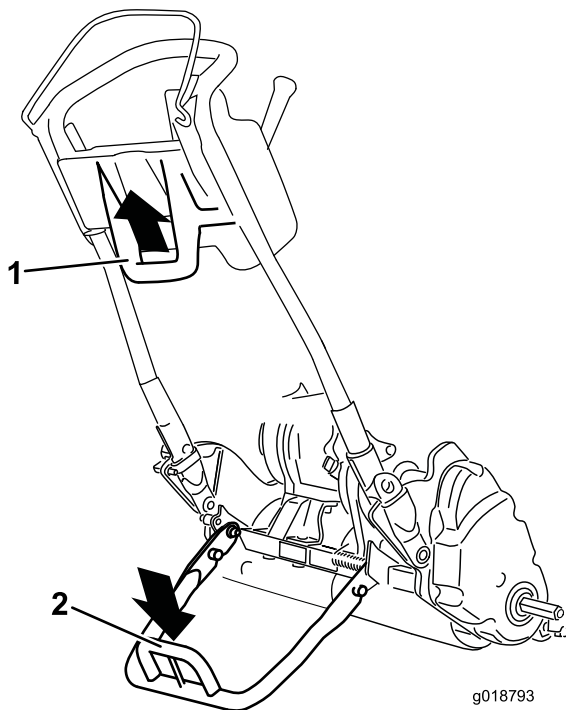

図 24
- 移動走行タイヤの着脱のためにキックスタンドを操作するには、スタンドを床面まで下げ、ループを足で踏みつけた状態のまま、機体下部についているハンドルを持ってマシンを後方に引いてください (図 24)。